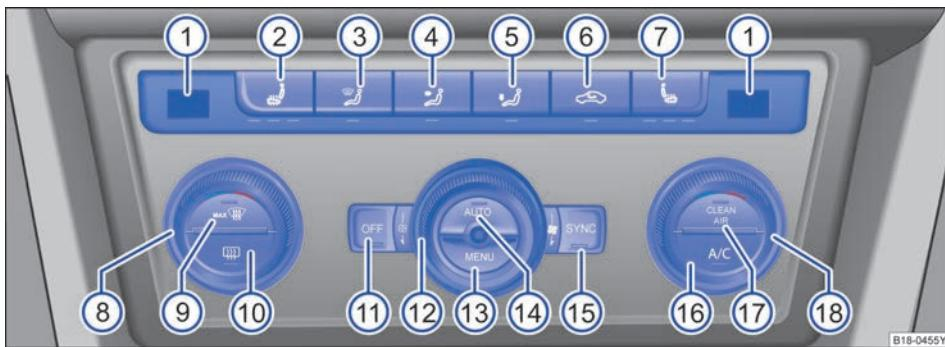

图 80 全自动空调的操作元件
- 转动温度调节开关 ⑧ 或 ⑯ → 图 80，即可设定驾驶员侧或前排乘员侧的温度并通过 ① 显示设定的温度。
- 按压按钮 ② 至 ⑦ 之间的某个按钮即可启动相应功能。开启某项功能后按钮内的指示灯随之亮起，再按一下该按钮，该功能即被关闭。